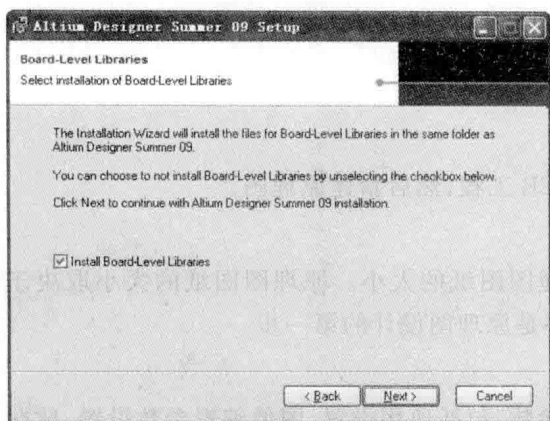

图 1-7 Board-Level Libraries 窗口
(7) 选择软件的安装路径后,单击“OK”按钮,显示如图 1-7 所示的 Board-Level Libraries 窗口。